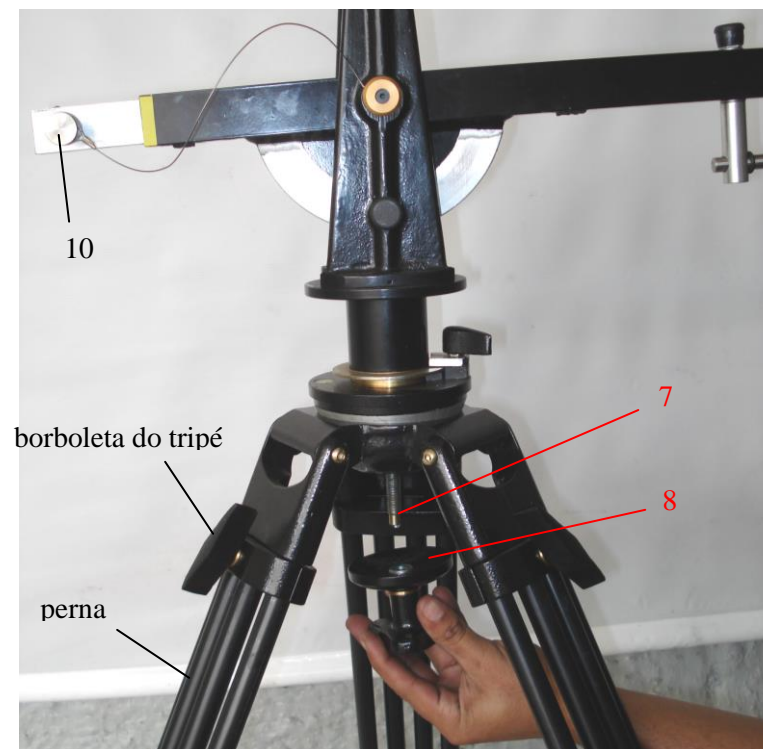

Figura 10: Montagem da cabeça no berço.
Esses ajustes são obtidos com a regulagem dos deslocamentos de cada uma das pernas telescópicas do tripé, através do controle de apertar e desapertar as borboletas do tripé (figura 10).
Um ajuste fino do nivelamento pode ser feito através do posicionamento angular da cabeça do corpo em relação ao berço do tripé, por meio do controle de apertar e desapertar a rosca de fixação da cabeça (7) e da porca da cabeça (8) – figura 10.